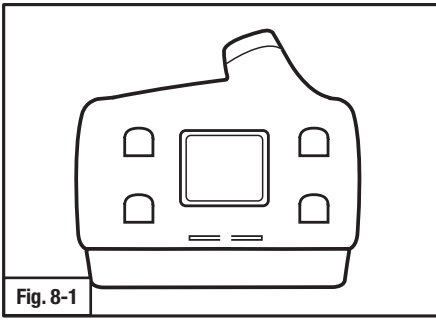
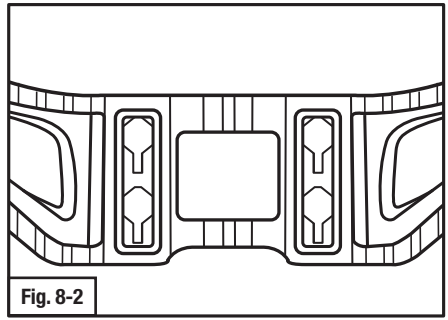
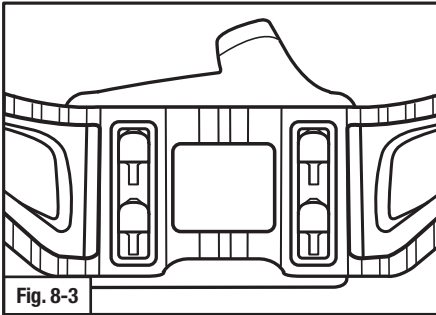

Fig. 8-1
Fig. 8-2
Fig. 8-3
2. Coloque los 4 orificios (Fig. 8-2) del cinturón en las 4 barras T (Fig. 8-1) en la parte posterior del ventilador de motor (Fig. 8-3).